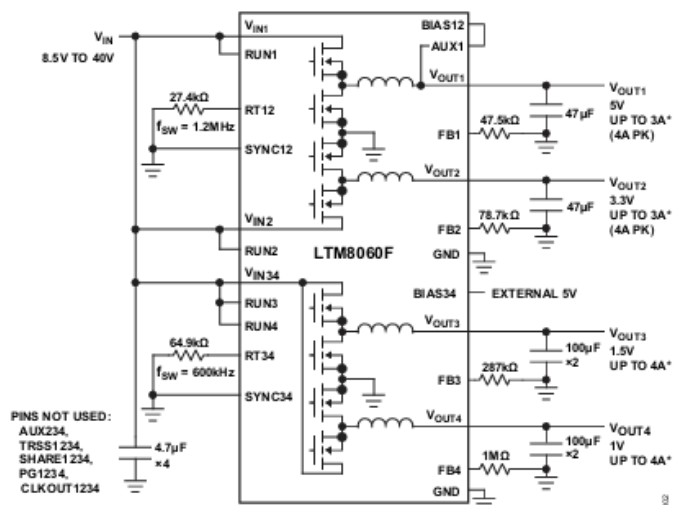

図 2. 8.5V~40V 入力からのクワッド 3A (4A ピーク) 出力
* 図 2 の出力電流能力 (トランジェント・ピークまたは連続) は、周囲温度、空気流、その他の冷却手法といった環境要因の影響を受けます。異なる V_{IN} 、 V_{OUT} 、 T_A 条件については、電気的特性の注のセクション (注 3) とアプリケーション情報のセクションのディレーティング曲線を参照してください。